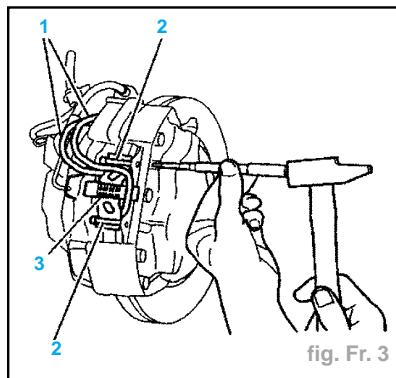

fig. Fr. 3
- Débrancher les fils des témoins d'usure (1) (fig. Fr. 3).
- Reposer (fig. Fr. 3) :
- le ressort (3),
- les axes (2) à l'aide d'un chasse goupille.